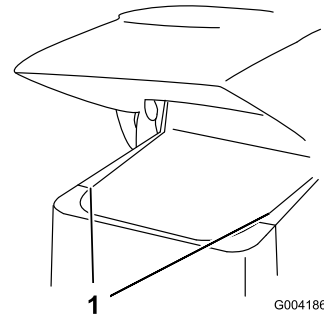

图 26
2. 向上滑动侧滤网图 26 并将其滑出前滤网和框架中的槽。